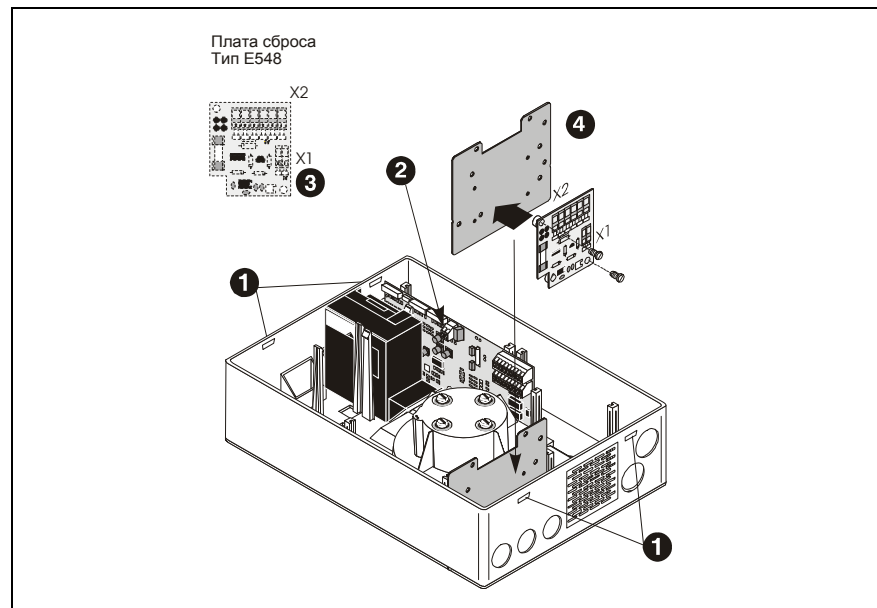

Рис. 5.6: Установка платы сброса в TITANUS PRO·SENS®
5. Установите монтажную панель с платой сброса в место, показанное на Рис. 5.6.
Из-за высоты, плату сброса можно монтировать только в место, указанное на Рис. 5.6.